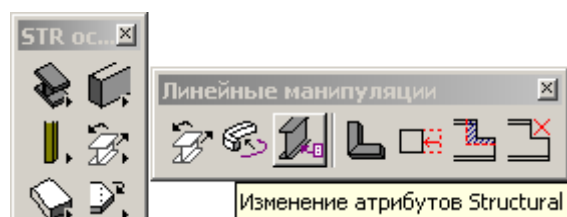
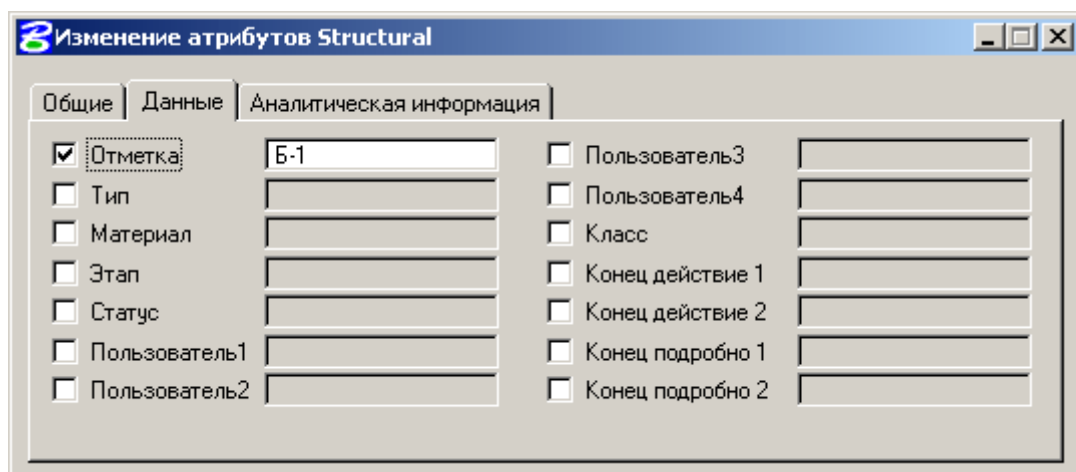

Рисунок 111
Рисунок 112
- Маркировка элементов при помощи инструмента *Изменение атрибутов Structural* (Рисунок 111), как и в предыдущем случае надо указать марку элемента в поле *Отметка* (Рисунок 112), а затем указать элементы, к которым будет применена данная атрибутика.